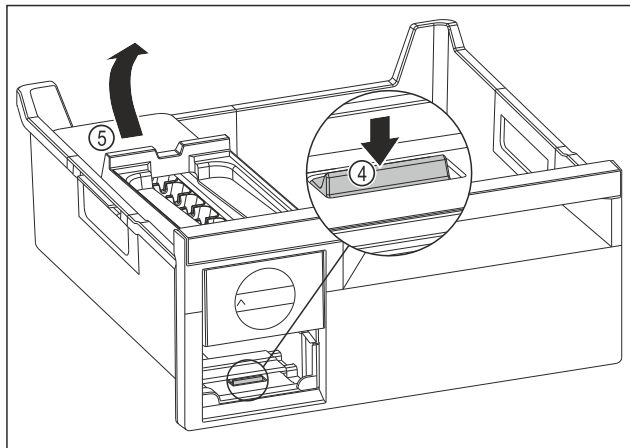

Fig. 104
- ▶ 取出 EasyTwist-Ice 机身：用手指朝下按压接片 Fig. 104 (4) 并同时从后面用另一只手提升 EasyTwist-Ice 机身 Fig. 104 (5)。